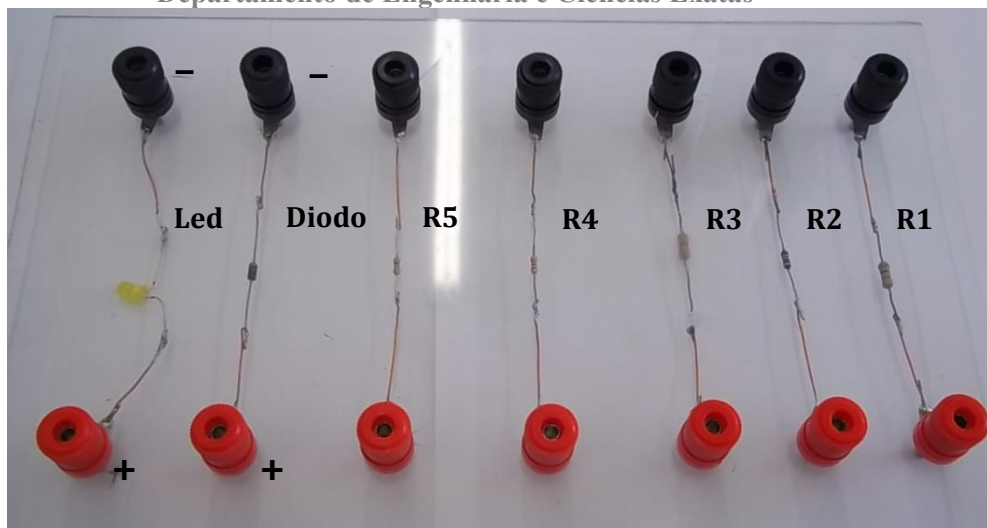

Figura 2 – Placa contendo cinco resistores, um diodo e, um led.
1. Apresentamos na Figura 2, cinco resistores, um diodo e, um led. Realize inicialmente, a leitura do código de cores cada um dos resistores, determinado o valor da resistência R e da incerteza ΔR . Represente os valores como $R_N \pm \Delta R_N$. Anote os valores obtidos na Tabela 1.